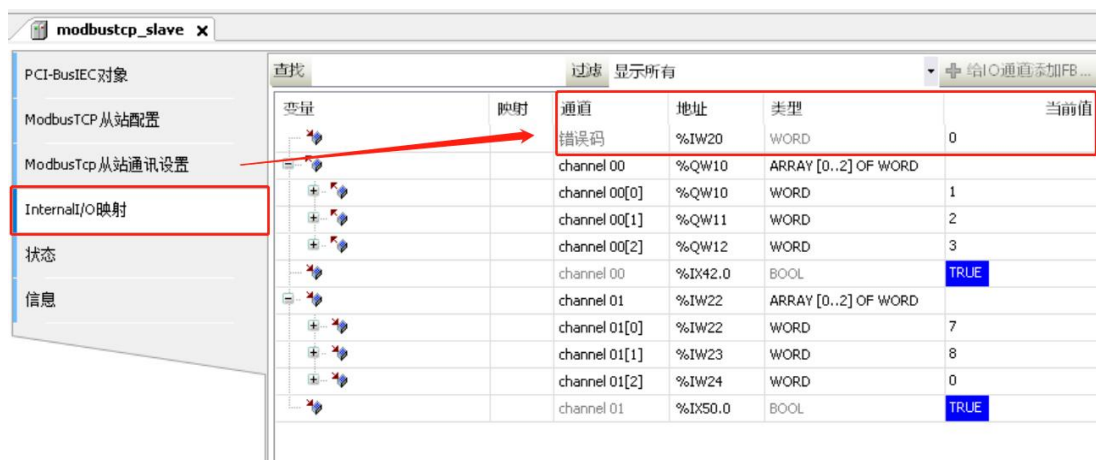

图 12.15 错误码查询
- ① 通过 PLC 在线调试，可以查看当前通信错误码，正常通信时，错误码为 0，如图 12.15 所示。